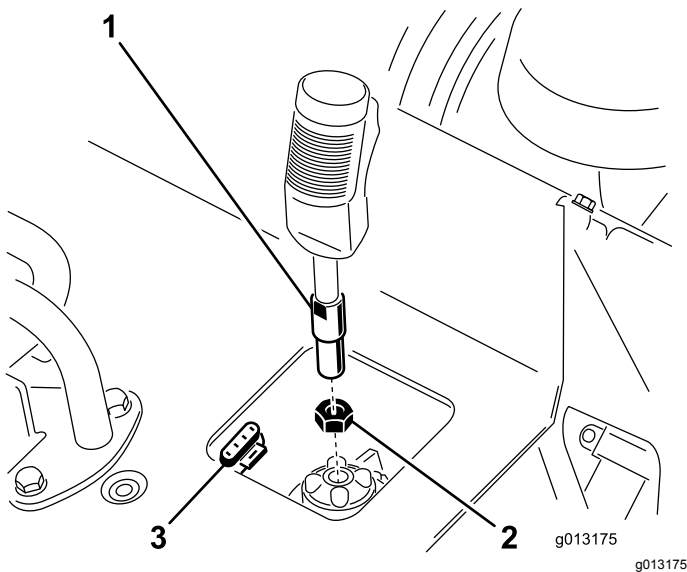

Figura 3
1. Inserite il controdado sulla leva di comando del fresa ceppi (Figura 3).
2. Inserite la leva di comando del fresa ceppi nella presa sul quadro di comando (Figura 3).
3. Con il dispositivo di azionamento orientato in avanti, serrate il controdado nella presa per fissare la leva in posizione (Figura 3).
4. Collegate il cavo sulla leva al connettore a 4 poli sotto il pannello di controllo (Figura 3).